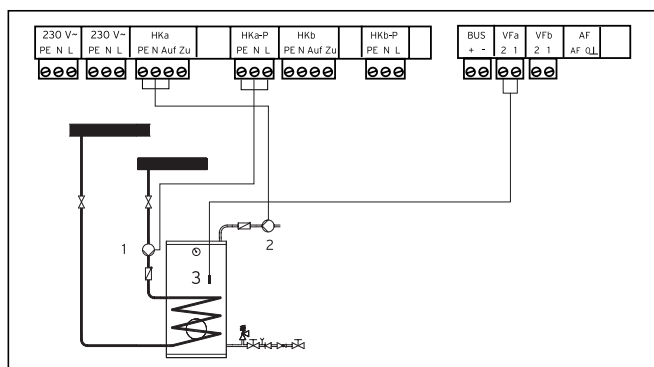

Fig. 4.2 Conectarea unui circuit de amestec ca circuit de încărcare a boilerului
- Executați cablarea conform Fig. 4.2.
Legendă la Fig. 4.2: